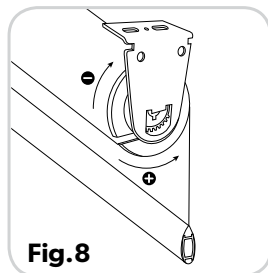

Fig.8
- A.** Para aumentar la tensión en el resorte, use la rueda de tensión y gire 1 o 2 veces (en dirección contraria a las manecillas del reloj) al lado izquierdo de la persiana. **(Fig. 8)**
- B.** Para disminuir la tensión en el resorte, use la rueda de tensión y gire 1 o 2 veces (en dirección de las manecillas del reloj). **(Fig. 8)**. Continúe con los pasos 3 o 4, verifique la tensión cada 1 o 2 giros hasta que haya alcanzado la tensión deseada.